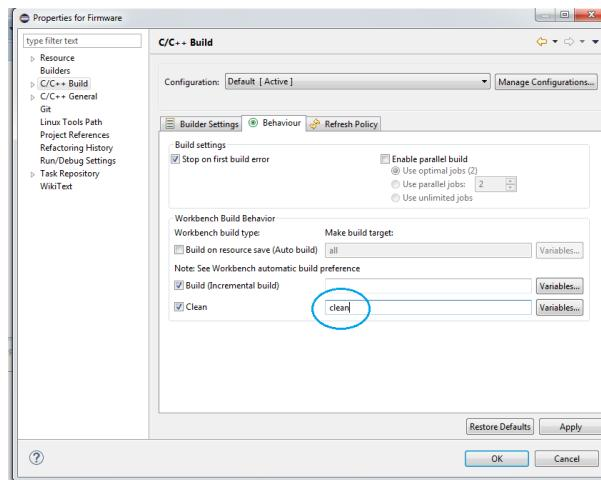

Figura 26: Cambio de “clean_generate” a “clean”.
- Para la compilación y depuración del programa mediante el IDE del Firmware, se debe colocar sobre la carpeta Firmware y mediante click derecho, el usuario debe ubicarse en *Propiedades → C/C++ Build → Behaviour*. A continuación debe modificar sobre la rama *Clean*, y reemplazar la palabra *Clean_generate* por *clean*, como puede apreciarse en la Figura 26.